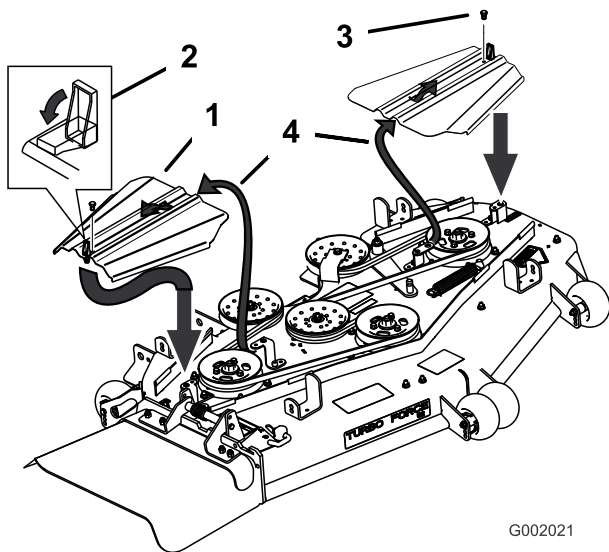
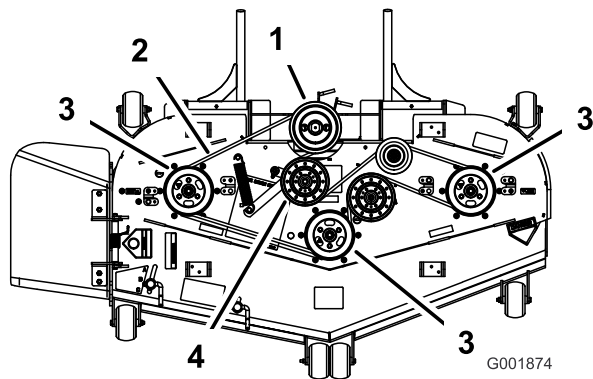
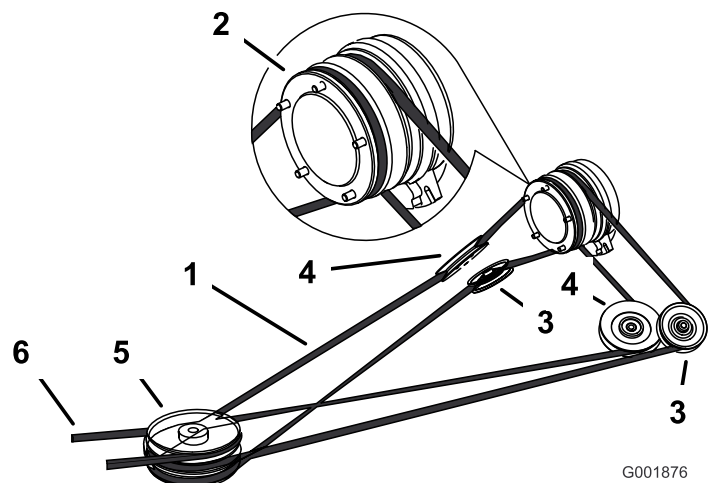

Figura 59
Figura 60
Figura 62
3. Retire los tornillos y las cubiertas de la correa (Figura 59).
5. Retire la correa del cortacésped de las poleas del cortacésped y de la polea superior de las tres poleas apiladas (Figura 59 y Figura 60).
6. Instale la correa nueva alrededor de las poleas del cortacésped y la polea superior de las tres poleas apiladas (Figura 59 y Figura 60).
7. Tire del brazo tensor tensado con muelle para aflojar la tensión de la correa y alinee la correa del cortacésped en la polea tensora (Figura 60).
8. Instale las cubiertas de la correa introduciendo las pestañas en las ranuras. Coloque los tornillos y fije los cierres (Figura 59).
- Tire de la polea tensora tensada con muelle para aliviar la tensión de la correa (Figura 62).
- Retire la correa del cortacésped de la polea superior de las tres poleas apiladas (Figura 60 y Figura 62).
- Instale la nueva correa de transmisión alrededor de la polea del embrague, las poleas tensoras ajustables, la polea tensora tensada con muelle y las tres poleas apiladas delanteras (Figura 62).
- Instale la correa del cortacésped alrededor de las poleas del cortacésped y la polea superior de las tres poleas apiladas (Figura 60 y Figura 62).